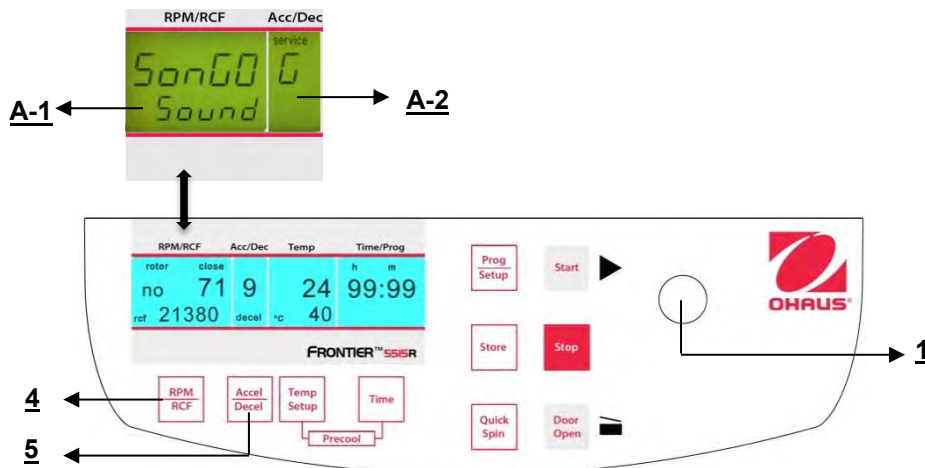

Abbildung. 35
Fahren Sie fort wie unter Punkt 4.1.2 beschrieben, um in den Programmmodus einzutreten und drücken Sie dann die Taste **"Accel/Decel"**(5). Auf der Anzeige blinkt **"Acc/Dec"** (A-2) das Wort **"Service"**. Wählen Sie nun den Buchstaben **"G"** mit Hilfe des Anpassungsknopfes (1). Als Ergebnis erscheinen auf der Anzeige **"RPM | RCF"** (A-1) die Worte **"SonGo/Sound"**. **Nach dem Drücken der Taste "RPM | RCF" (4)** können Sie mit Hilfe des Anpassungsknopfes (1) ein Lied auswählen. (Siehe Abbildung 35).